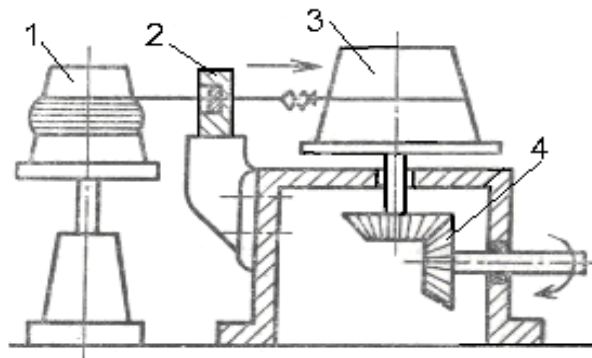

Рис. 3.6. Барабанный волочильный стан: 1 – вертушка с бунтом проволоки; 2 – волока; 3 – барабан; 4 – зубчатая передача
**Барabanные станы** (рис. 3.6) применяют для волочения *проволоки*, *прутков* и *труб* малого диаметра, которые можно сматывать в *бунты*.